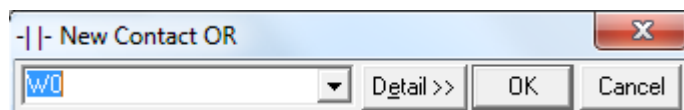

Рисунок 17 – Ввод адреса контакта «ИЛИ»
3. Введите адрес «W0». Нажмите клавишу [Ввод]. Введен адрес контакта «W0» (рисунок 17). Откроется диалоговое окно «Edit Comment» (Редактирование комментария).